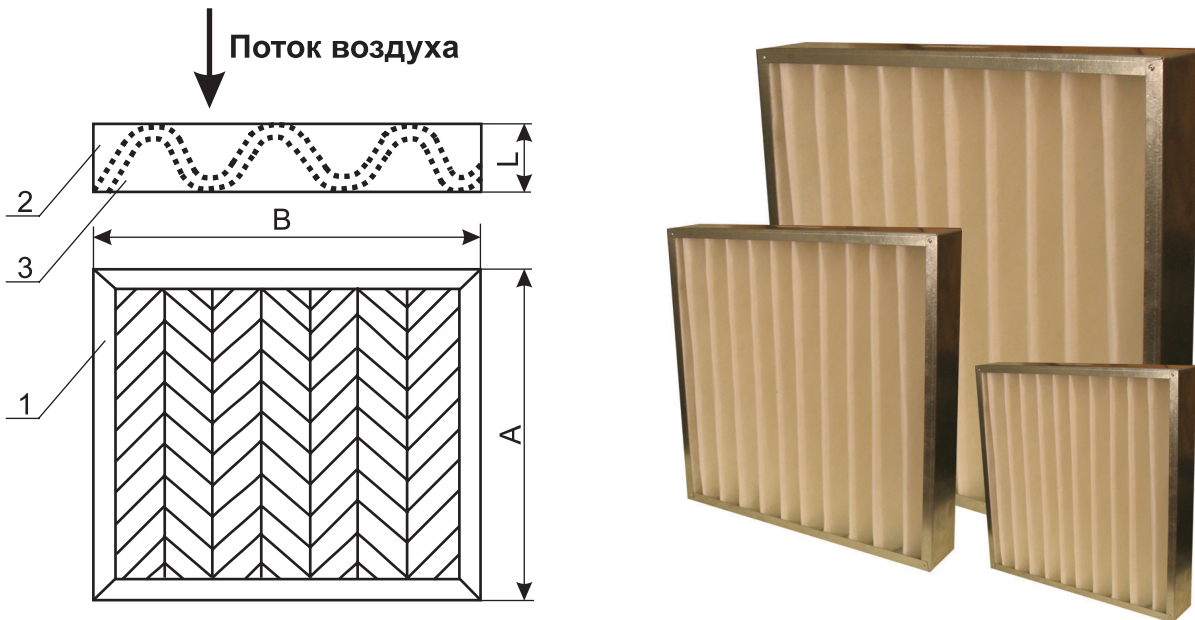

Рис.1 Схема фильтра ФяГ.
Фильтры ФяГ (рис. 1) состоят из рамки (1), изготавливаемой из картона, оцинкованной стали, пластика или др., внутри которой уложен фильтрующий материал (2) в виде гофр, опирающийся со стороны выхода воздуха на сетку гофрированной (волнообразной) формы (3).